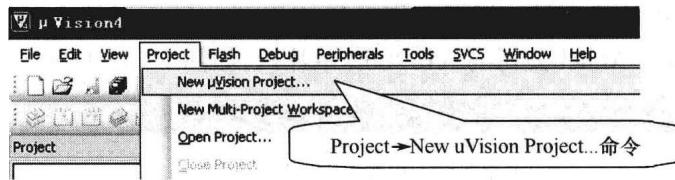

图 1-8 建立项目
(4) 双击图标  ,运行 Keil uVision4 软件。
(5) 开始建一个项目。执行菜单 Project 功能下的 New uVistion Project... 命令,如图 1-8 所示。